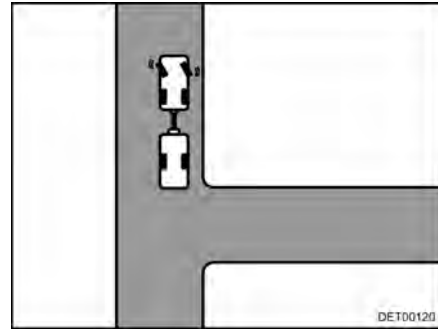

Bild 14 Styr åt vänster
- Vrid ratten åt vänster när fordonet står still (Bild 14).